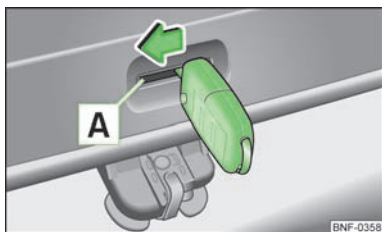

Fig. 16
- Insérez la clé du véhicule ou un outil similaire dans l'ouverture  » fig. 16 du revêtement du capot jusqu'en butée.